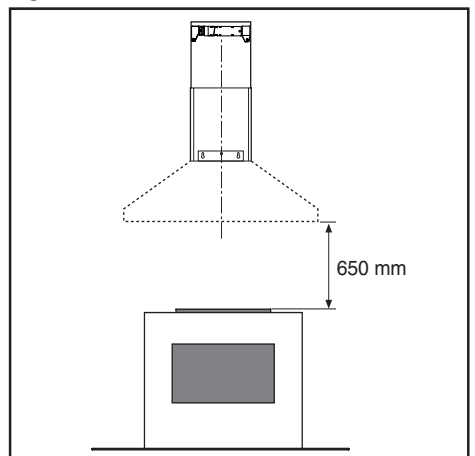

Fig.5
- La distanza minima fra la superficie di supporto dei recipienti di cottura sul dispositivo di cottura e la parte più bassa della cappa da cucina deve essere di almeno 65 cm (Fig.5). Se dovesse essere usato un tubo di connessione composto di due o più parti, la parte superiore deve essere all'esterno di quella inferiore. Non collegare lo scarico della cappa ad un condotto in cui circoli aria calda o utilizzato per evacuare fumi degli apparecchi alimentati da un'energia diversa da quella elettrica.